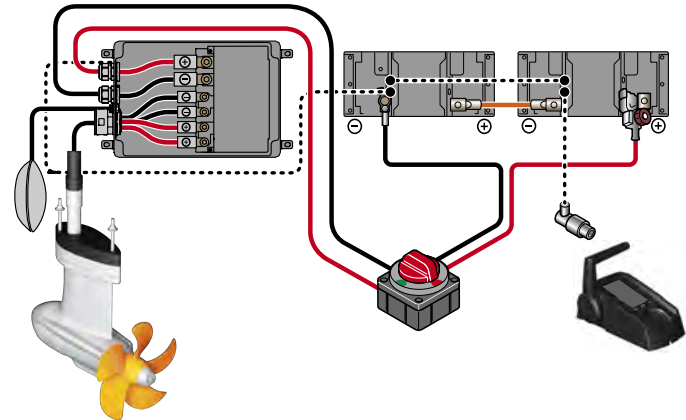

Abb. 17: Schaltplan Power 26-104
2. Schließen Sie die verbleibenden Kabel an die Batterien an, **siehe "Abb. 17: Schaltplan Power 26-104"**.